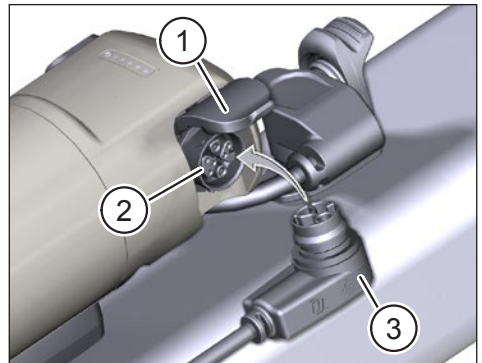

Fig. 3: Range extender laden
- Klap het deksel (Pos. 1 in Fig. 3) op de laadpoort van de range extender open.
- Controleer of de contacten in de laadpoort (Pos. 2 in Fig. 3) vrij zijn van vuil en reinig ze indien nodig
- Steek de oplaadstekker (Pos. 3 in Fig. 3) van de opCharger in de oplaadpoort van de range extender.